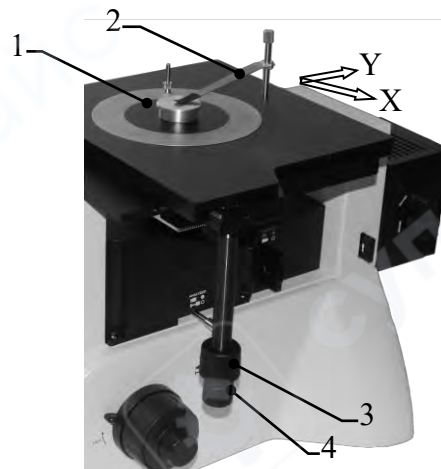

Рис. 10
Поместите образец или металлографический образец, который нужно исследовать, на предметный столик и закрепите его эластичным зажимом ② (сила прижима не должна быть слишком сильной: достаточно прижать образец, чтобы он не скользил). Отрегулируйте продольный и поперечный перемещающие маховики столика ③ и ④, чтобы разместить исследуемую область прямо под объективом для удобного наблюдения. См. рисунок 10.